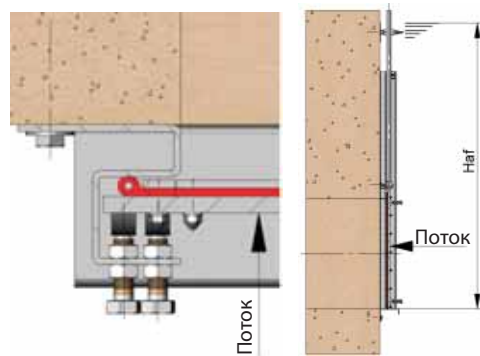

Рис. 1
**Однонаправленный (предпочтительный вариант установки).** (Рис.1) В этом варианте давление потока прижимает затвор к стене. В таких затворах используются уплотнения типа «нотный знак».